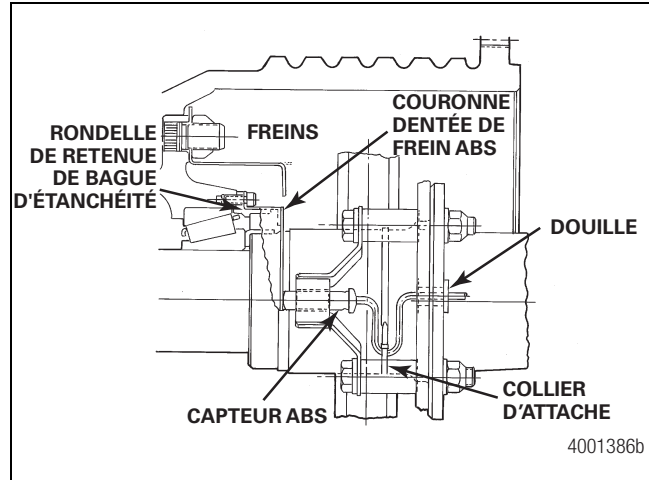

Figure 3.15
2. Retirer la douille du câble du capteur ABS, à l'endroit où le câble traverse le flasque de frein. Figure 3.15.